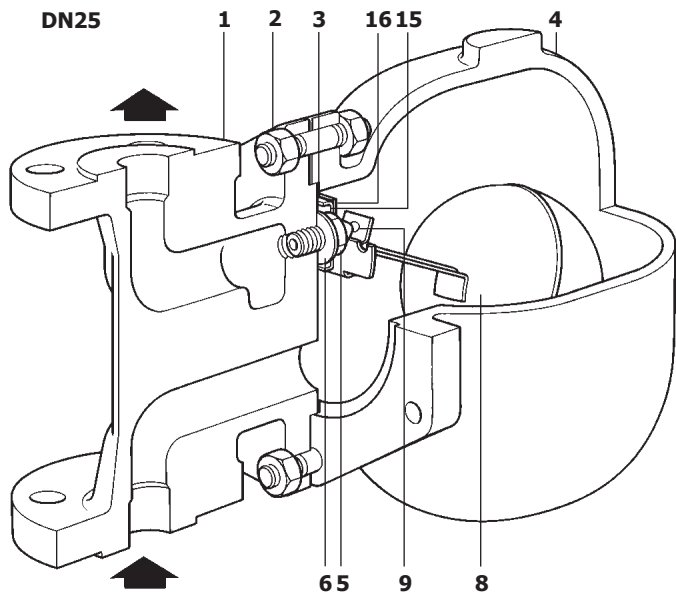

Рис. 3
- 3.4** Воздушник должен устанавливаться вертикально так, чтобы вход находился снизу, а рычаг поплавка свободно перемещался в вертикальной плоскости. Стрелка на шильдике воздушника должна быть направлена вертикально вниз. В нижней части крышки к отверстию с резьбой 1/2" BSP должна подключаться балансировочная трубка как показано на рис. 3.